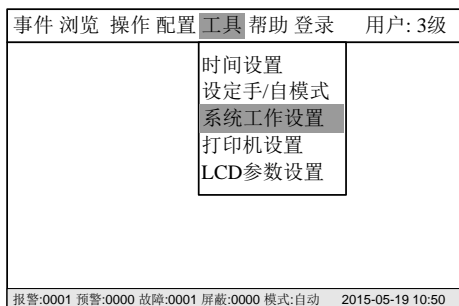

图 25-2
2.按“→”键选择“配置”子菜单（图 25-2），选择“系统工作设置”，然后按“OK”键。